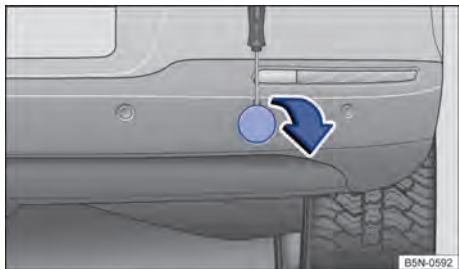

Fig. 250 No para-choque traseiro à direita: capa de cobertura para o alojamento da argola de reboque.
O alojamento da argola de reboque rosqueável está localizado à direita do para-choque traseiro, atrás de uma cobertura ⇒ **Fig. 250**. Em *veículos com dispositivo de reboque instalado de fábrica*, atrás da cobertura **não** há um alojamento para a argola de reboque rosqueável. Para rebocar, girar a rótula de engate para fora e utilizá-la ⇒ **Página 155**, ⇒ .
- Levantar cuidadosamente a capa de cobertura no sentido da seta ⇒ **Fig. 250**. Para isso, poderá ser necessário um esforço um pouco maior. Deixar a cobertura suspensa.